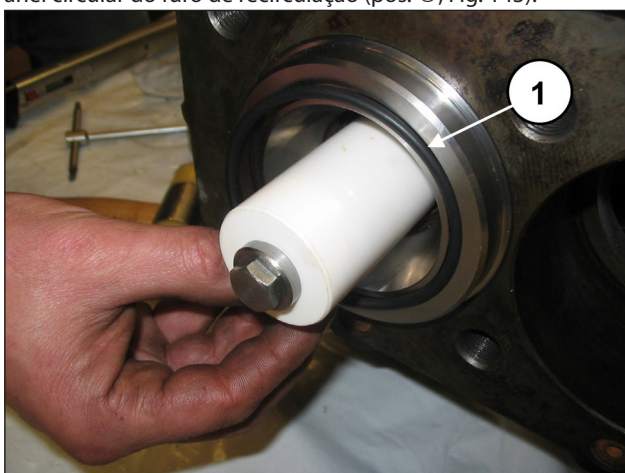
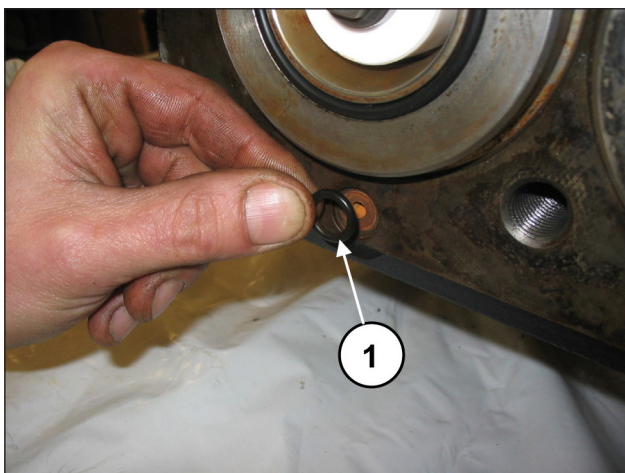

Fig. 142
Fig. 143
Monte o anel circular frontal da camisa (pos. ①, Fig. 142) e o anel circular do furo de recirculação (pos. ①, Fig. 143).